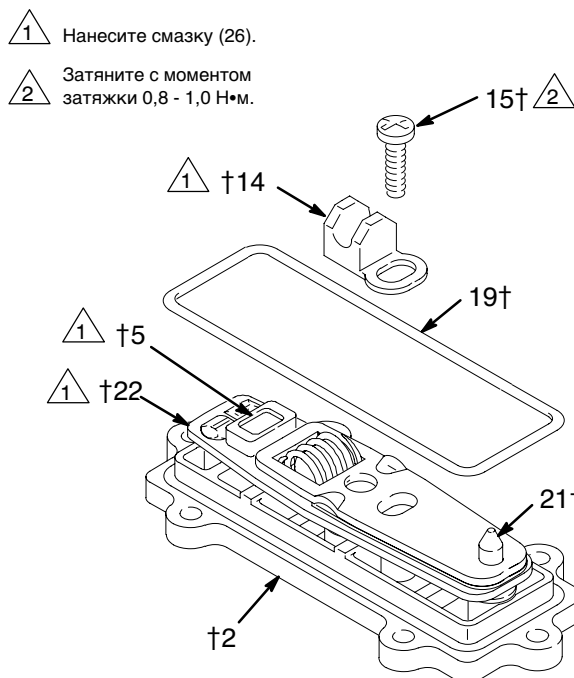

Рис. 12
8. Нанесите смазку на внутренние поверхности смещаемого седла (14) и установите его, как показано на Рис. 12. Прочно удерживайте узел звена в сборе и вставьте винт (15). Затяните с моментом затяжки 0,8 - 1,0 Н•м. Уложите кольцевое уплотнение (19) на крышке (2).